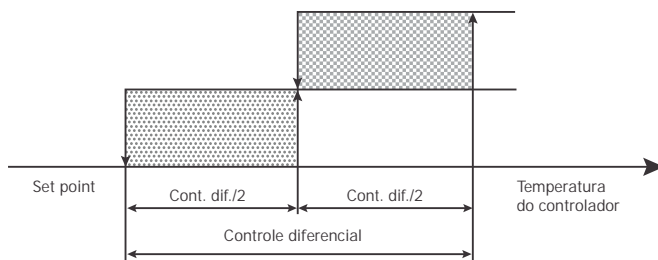

Fig. 4 - Controle de Temperatura com segunda fase.
- Se no modo de operação não paralela foi selecionado, o controle de temperatura segue o diagrama na fig. 4; o diferencial para cada é a metade do diferencial de controle, enquanto o set point para o segundo fase é igual ao ponto de definir o controle mais metade do diferencial de controle.